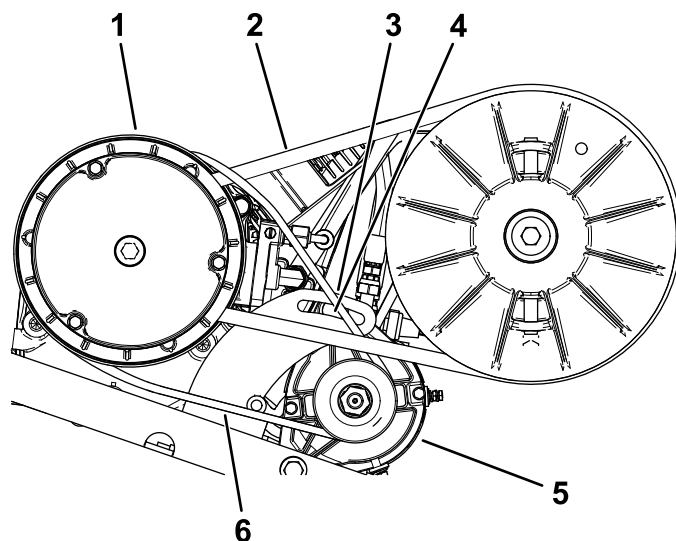

Figura 70
2. Allentate il dado di rotazione del generatore di avviamento (Figura 70).
della cinghia stessa con forza pari a 44 N·m (Figura 70).
5. Serrate il dado di rotazione a mano e rimuovete il piede di porco (Figura 70).